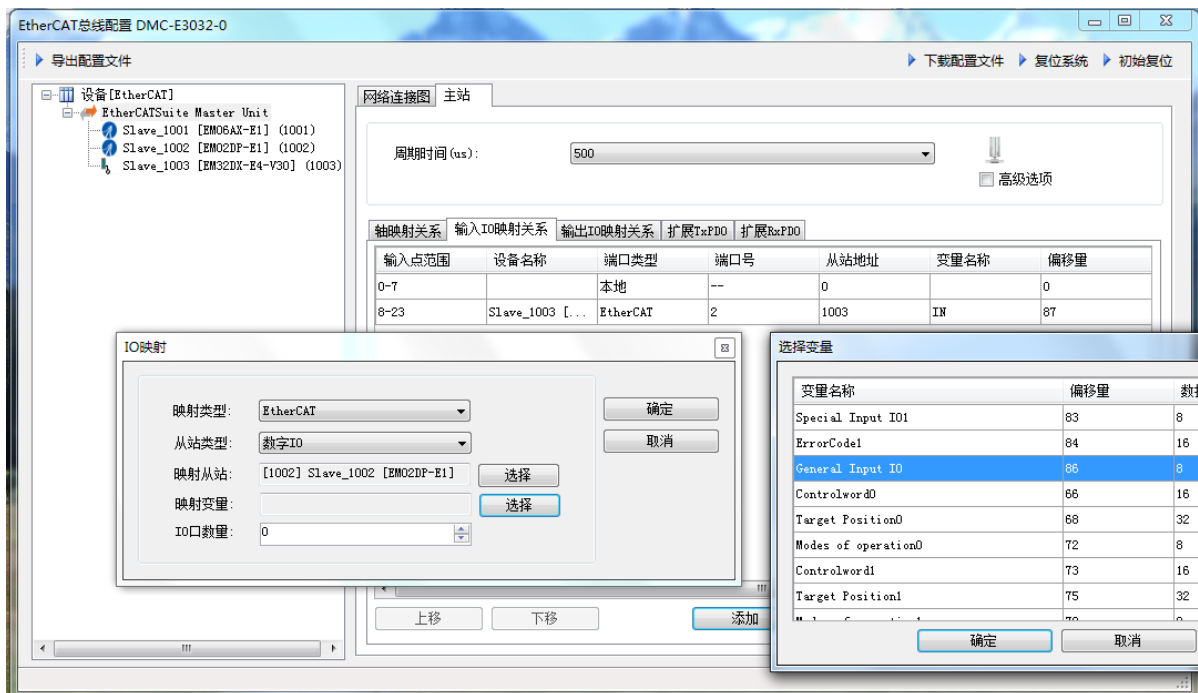

图 6.5. 添加 EM02DP-E1 定位模块的输入口映射
- 点击“输入 IO 映射关系”选项卡，如图 6.5 所示。点击“添加”，然后“映射类型”选 EtherCAT、“从站类型”选数字 IO、“映射从站”选 EM02DP-E1、“映射变量”选 GeneralInputIO，然后点击“确定”。完成输入口映射，结果如图 6.6 所示，输入口编号为 IN24~31。